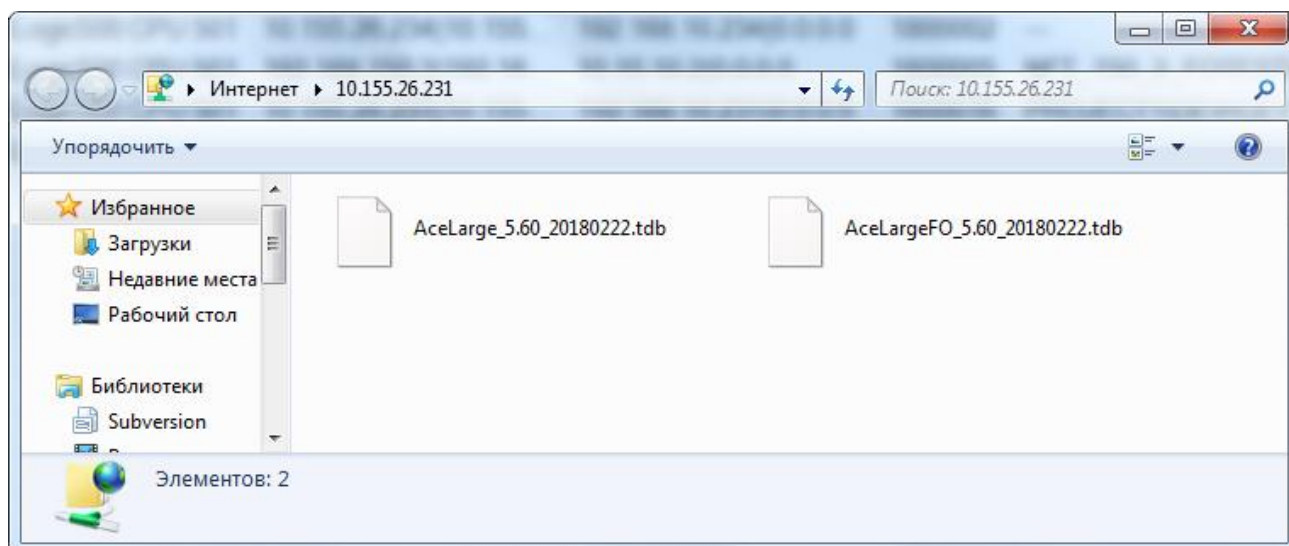

Рис. 10 – Окно проводника в режиме доступа по FTP к модулю CPU
5) При необходимости скопировать из модуля CPU актуальные tdb-файлы или записать в модуль настроечные файлы следует выбрать в таблице строку с модулем и нажать кнопку «Доступ по FTP». В открывшемся окне проводника можно найти актуальные tdb-файлы для данного модуля CPU, в него же можно скопировать настроечные файлы (Рис. 10).